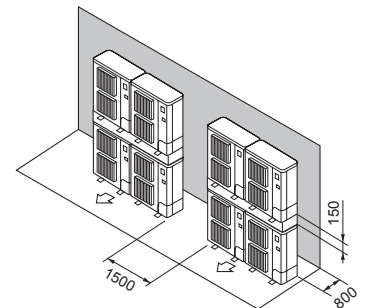

Fig. 2-19
- ⑦ İstifli ünite düzeni (Fig. 2-19)